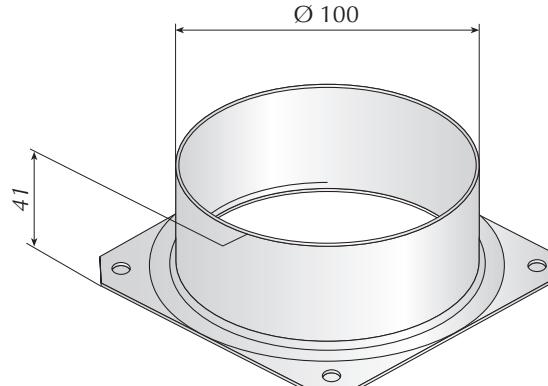

Fig. 1
**I** Il kit è costituito da una flangia in metallo (fig. 1), dalle viti per il fissaggio e da una guarnizione in materiale isolante.
**UK** The kit consists of a metal flange (fig. 1), from fitting screws and a gasket made from insulating material. The side openings, on the "Cassettes" separate the fresh air intake and the treated delivery air towards the adjacent room.
**F** Le kit se compose d'une bride en métal (fig. 1), de vis pour la fixation et d'un joint en matériel isolant. Les ouvertures latérales, sur l'unité de type "Cassette", permettent de réaliser séparément un conduit d'aspiration d'air externe de renouvellement et de soufflage de l'air traité vers un local voisin.
**E** El kit está constituido por una brida de metal (fig. 1), por tornillos para la fijación y por una junta de material aislante. Las aperturas laterales, en la unidad de tipo "Cassette" (Caja), permiten la realización separada de un conducto de aspiración de aire externo de renovación y de impulsión del aire tratado hacia un local contiguo.